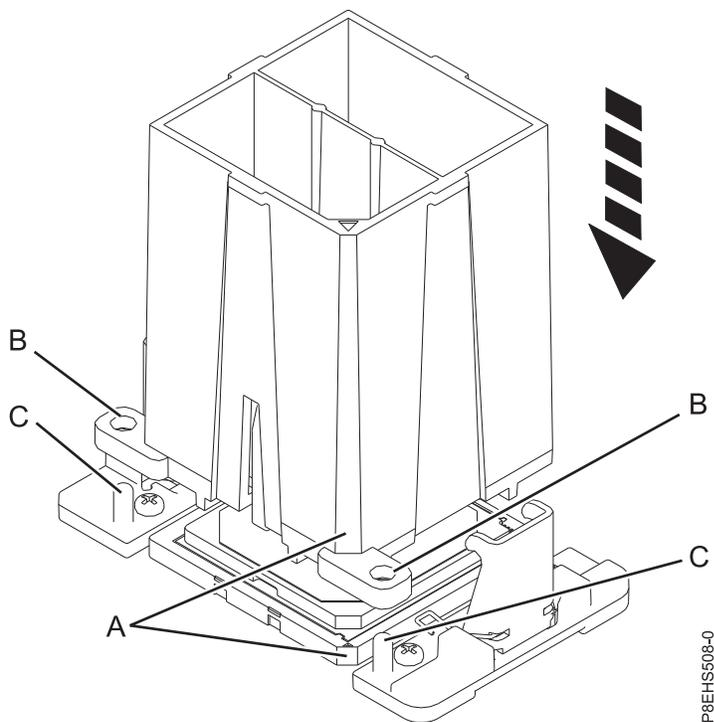

図 92. 取り外しツールをシステム・プロセッサ・モジュールの上を下ろす
- a. 提供されている取り外しツール (部品番号 01AF101) を使用して、ツールの斜めになっている隅 **(A)** を、システム・プロセッサ・モジュールの斜めになっている隅と位置合わせします (95 ページの図 92 を参照)。